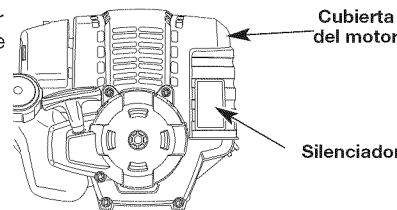

Fig. 41
2. Saque la cubierta del motor (Fig. 41).